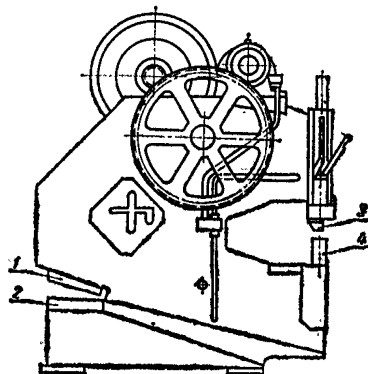

Рис. 3. Пресс-ножницы
7. Пресс-ножницы типа 473 (рис. 3).
Заготовка гильз (резание изоляционного материала по шаблону) производится при помощи пресс-ножниц (рис. 3), после чего гильзы устанавливаются в пазы ротора, статора, якоря.